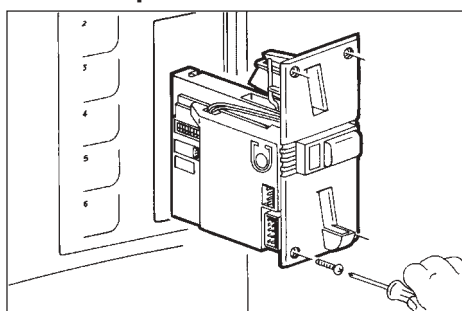

Fig. 16
- Introducir el monedero y fijarlo mediante los 4 tornillos con la tuerca suministrados (Fig. 16).